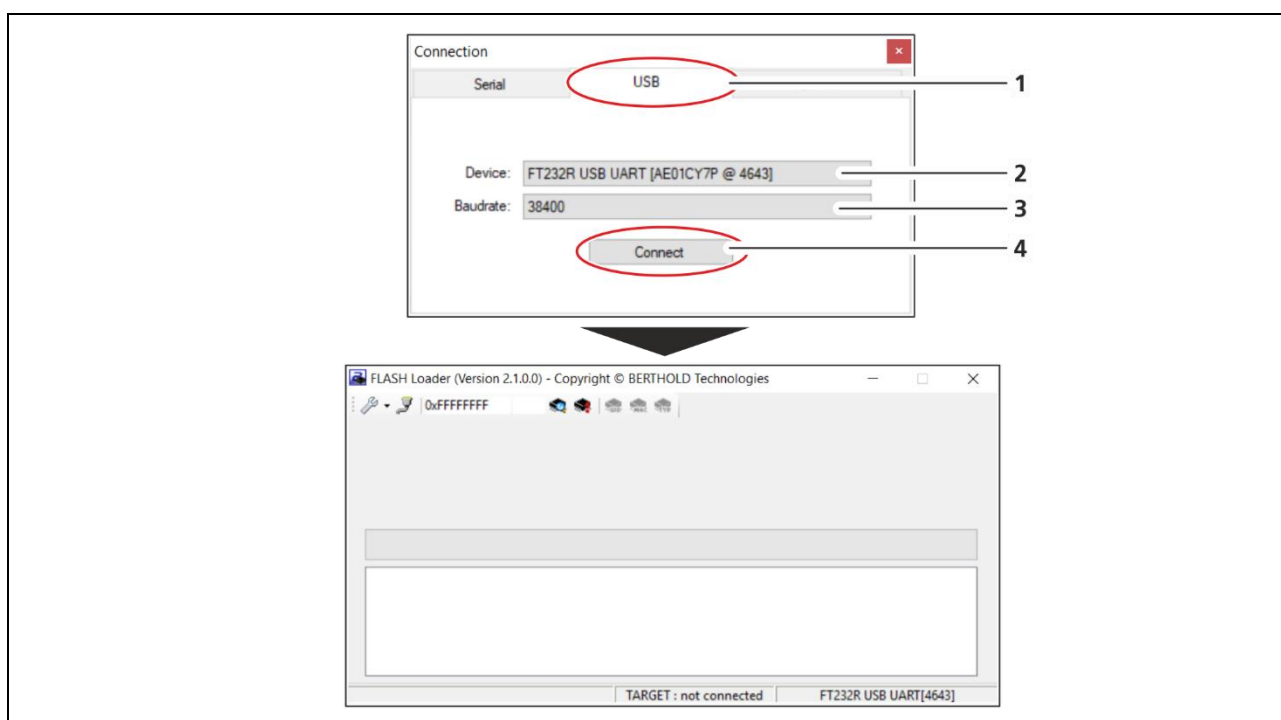

Abb. 3 Verbindung PC – Service-Modem
19. Starten Sie den „FLASH Loader“ und klicken Sie auf die Registerkarte „USB“ (Abb. 3, Pos.1).
20. Wählen Sie unter „Device“ (Abb. 3, Pos.2) das Service-Modem aus.
21. Wählen Sie unter „Baudrate“ 38400 Baud aus (Abb. 3, Pos.3).
22. Klicken Sie auf <Connect> (Abb. 3, Pos.4).